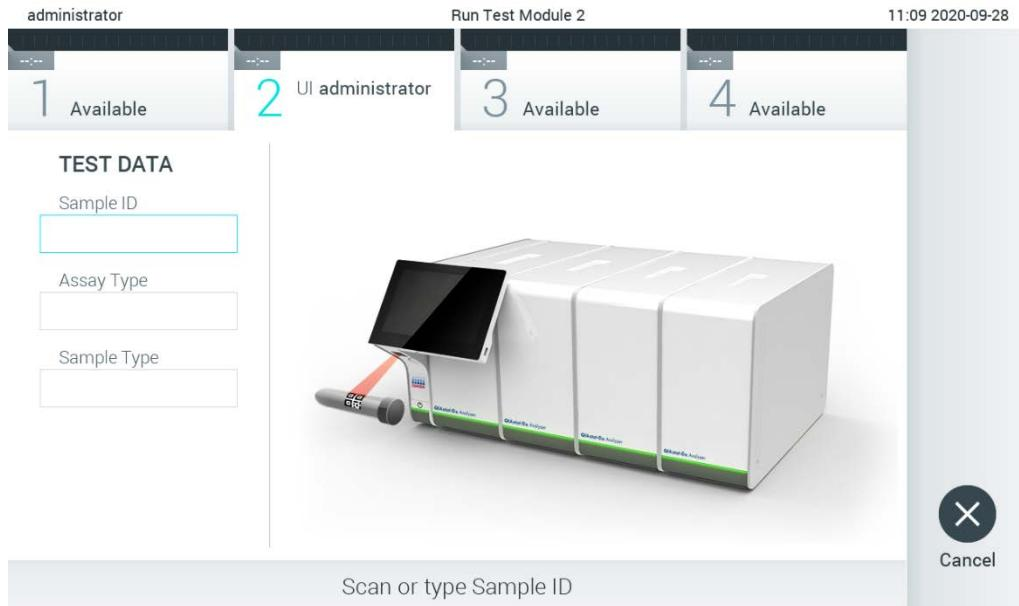

Figura 75. Scanarea codului de bare cu ID-ul probei.
2. Atunci când vi se solicită acest lucru, scanăți codul de bare pentru ID-ul probei, folosind cititorul de coduri de bare integrat în modulul operațional (Figura 75).